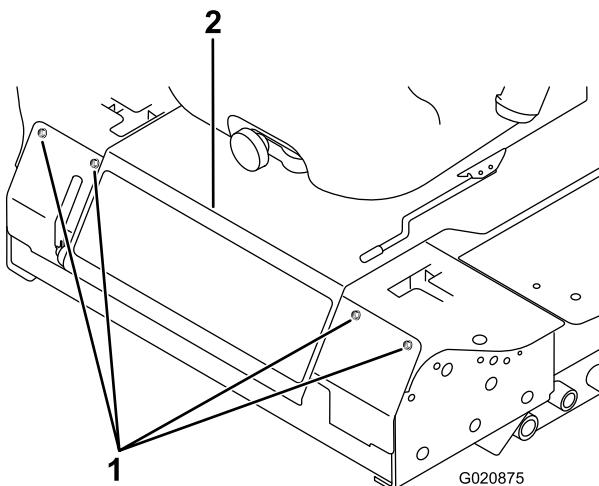

Figure 85
3. Retirez les boulons de fixation du panneau avant et déposez le panneau (Figure 85).